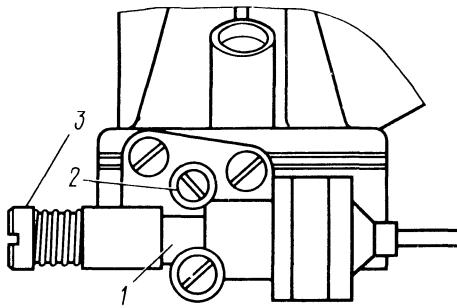

Рис. 31. Регулировочные винты карбюратора:
**Регулировка холостого хода двигателя** производится заводом-изготовителем автомобиля и станциями технического обслуживания. Винт качества пломбируется специальным пластмассовым колпачком 2 (рис. 31). Допускается регулировка минимальной частоты вращения коленчатого вала двигателя на холостом ходу в эксплуатации, при этом двигатель должен быть хорошо прогрет (температура охлаждающей жидкости 85–90 °С). Особое внимание обратить на исправность свечей и правильность зазоров между электродами. Перед